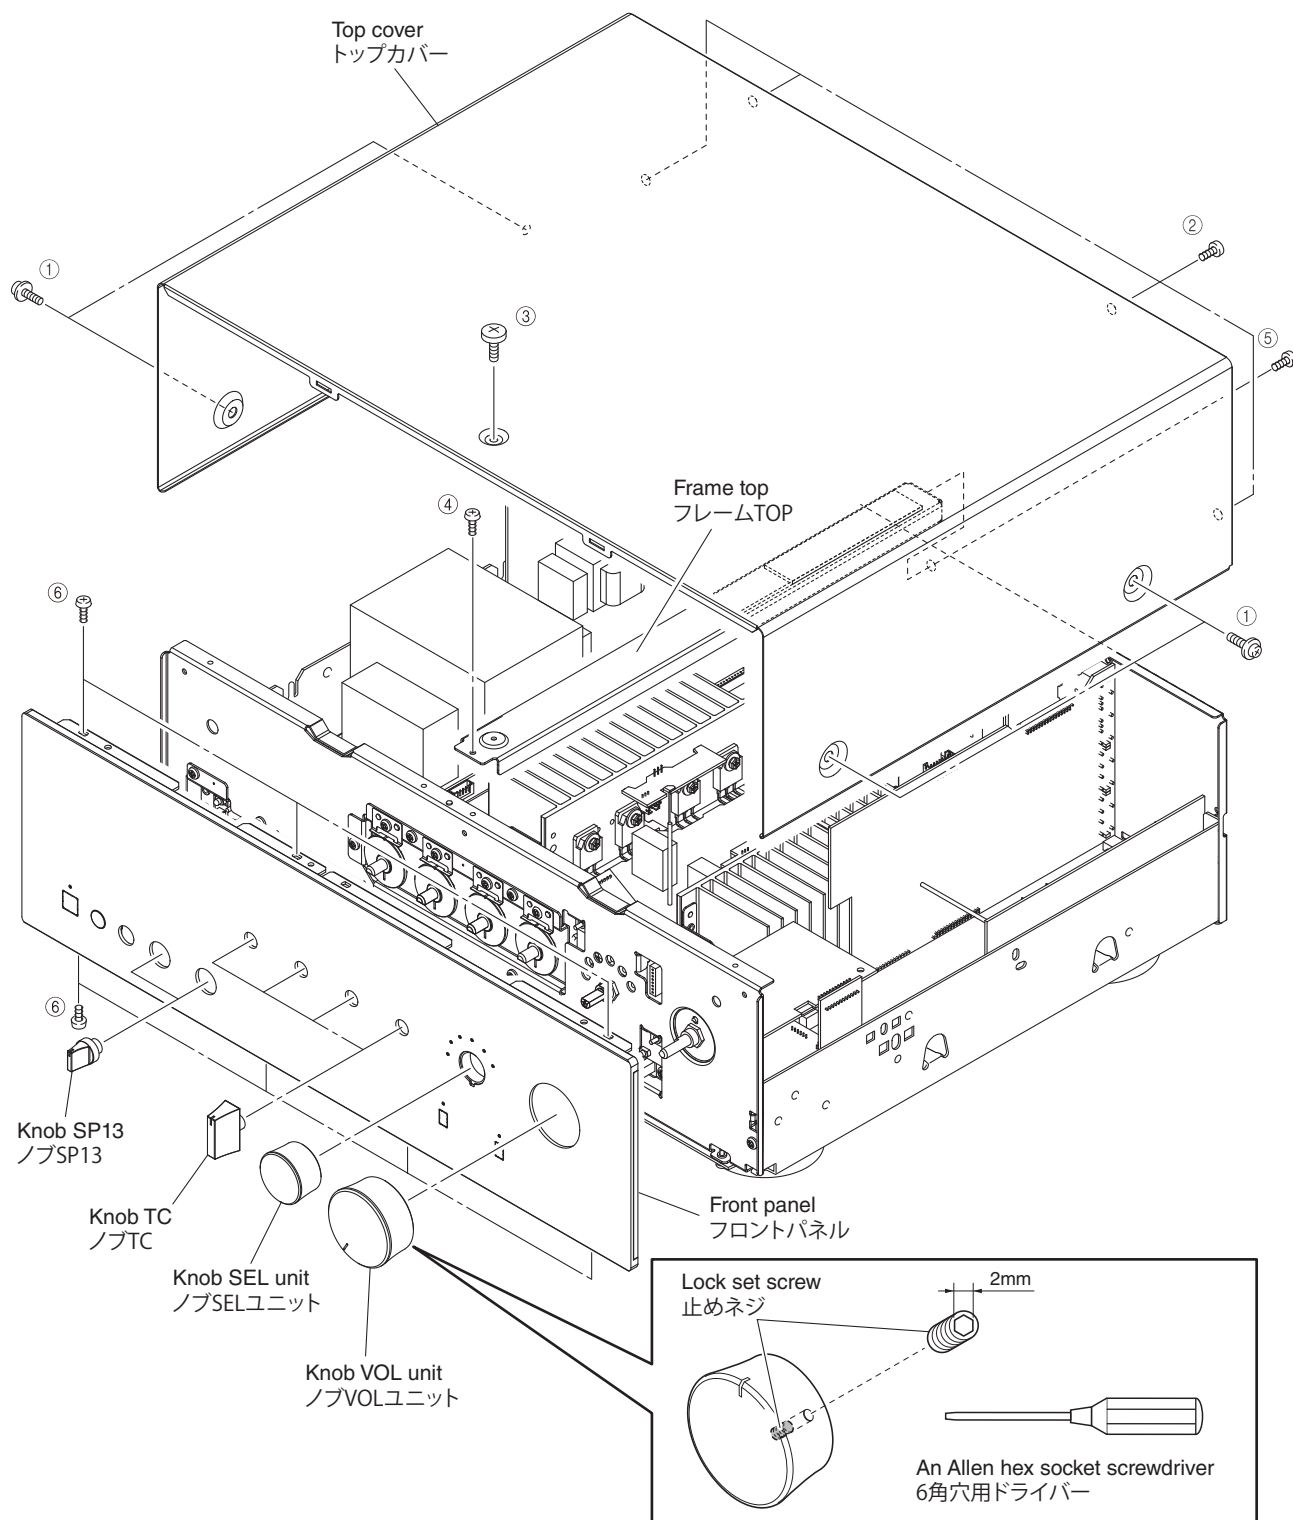

Fig. 1
- Remove 4 screws (①), 4 screws (②) and screw (③). (Fig. 1)
- Remove the top cover. (Fig. 1)
- ① のネジ 4 本、② のネジ 4 本、③ のネジ 1 本を外します。(Fig. 1)
- トップカバーを取り外します。(Fig. 1)
- Remove screw (④), screw (⑤) and then remove the frame top. (Fig. 1)
- Loosen lock set screw to remove the knob VOL unit. (Fig. 1)
- Loosen lock set screw to remove the knob SEL unit. (Fig. 1)
- Remove 4 knob TCs. (Fig. 1)
- Remove 2 knob SP13s. (Fig. 1)
- Remove 7 screws (⑥). (Fig. 1)
- Remove the front panel forward gradually using care not to cause damage the keys. (Fig. 1)
- ④ のネジ 1 本、⑤ のネジ 1 本を外し、フレーム TOP を取り外します。(Fig. 1)
- 止めネジを緩め、ノブ VOL ユニットを取り外します。(Fig. 1)
- 止めネジを緩め、ノブ SEL ユニットを取り外します。(Fig. 1)
- ノブ TC 4 個を取り外します。(Fig. 1)
- ノブ SP13 2 個を取り外します。(Fig. 1)
- ⑥ のネジ 7 本を外します。(Fig. 1)
- 各キーに傷がつかないようにフロントパネルを前方へゆっくり取り外します。(Fig. 1)